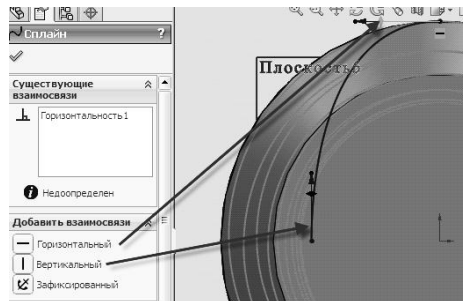

Рисунок 4.9
18. Назначте положення деталі **Слева** → в дереві побудови оберіть **Ескиз 3D** → на панелі «Ескиз» оберіть **Ескиз** → оберіть **Площадь 1** для створення ескизу і поверніть деталь в положення **Слева** → оберіть команду **Сплайн** → з пропонуваної точки проводимо відрізок, викривляємо його і додаємо по черзі вертикальний і горизонтальний взаємозв'язок (рис. 4.9).